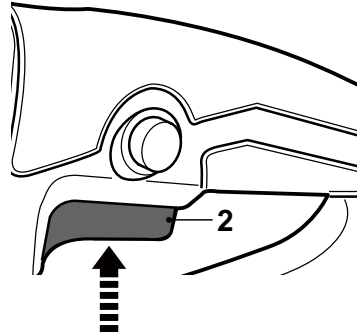

Fig. 10
- > Encienda el producto presionando el interruptor de encendido/apagado (2) (Fig. 10).
- > Apague el producto soltando el interruptor de encendido/apagado (2).